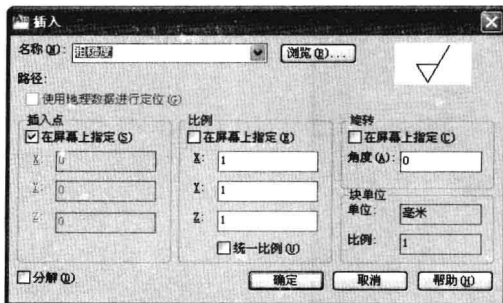

图 6-1-5
(8) 在“块”面板中单击“插入”按钮，或者选择菜单命令“插入/块”。
(9) 打开“插入”对话框，单击名称右侧的下拉按钮，在下拉列表中选择块名称“粗糙度”；如图6-1-5所示。